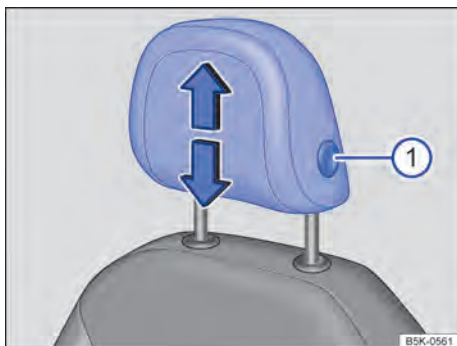
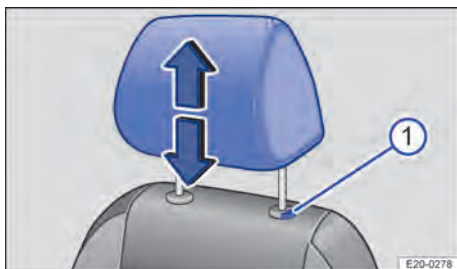

Fig. 77 No banco dianteiro: regular o apoio para cabeça (variante 1).
Fig. 78 No banco dianteiro: regular o apoio para cabeça (variante 2).
1. Empurrar o apoio para cabeça para baixo com o botão pressionado → Fig. 77 ① ou → Fig. 78 ①.